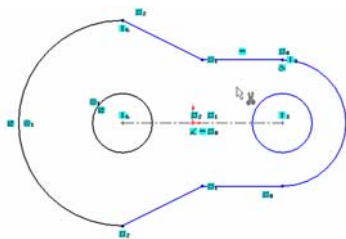

图 2-77 剪裁到最近端
⑧ 选择“草图”工具栏里的按钮命令，选择剪裁到最近端按钮，剪裁草图实体中多余的线条，如图 2-77 所示。